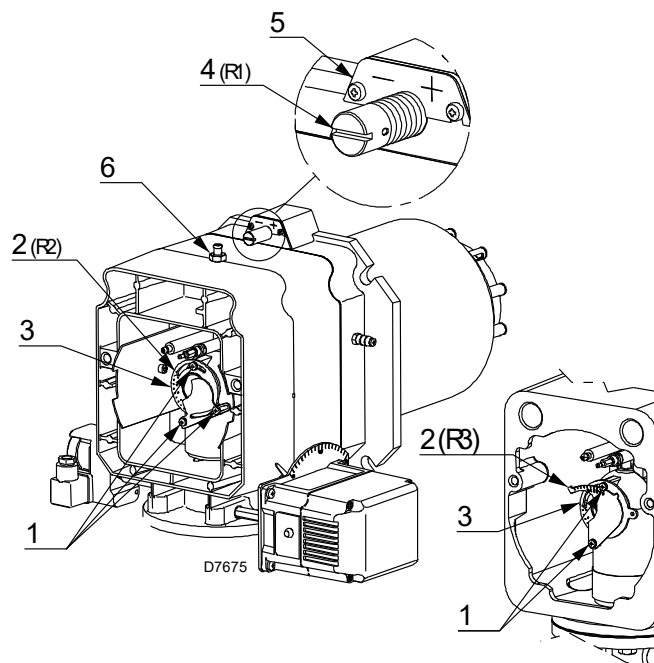

Fig. 19
- Rotiți șurubul 4)(Fig. 19) până când creștătura găsită este aliniată cu planul frontal 5) al flanșei.
- Slăbiți cele 3 șuruburi 1)(Fig. 19) și rotiți piulița inelară 2) până când creștătura găsită este aliniată cu indexul 3).